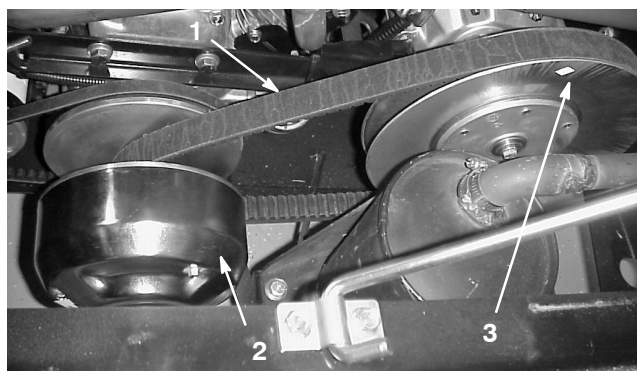

Figure 36
1. Faites tourner la courroie et faites-la passer sur l'embrayage secondaire (Fig. 36).
2. Déposez la courroie de l'embrayage primaire (Fig. 36).